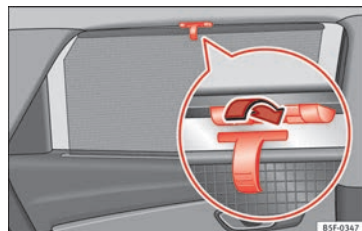

Fig. 102 Glace arrière : store pare-soleil.
- Déroulez le store et accrochez-le au crochet situé au centre du cadre supérieur de la portière » **fig. 102**.